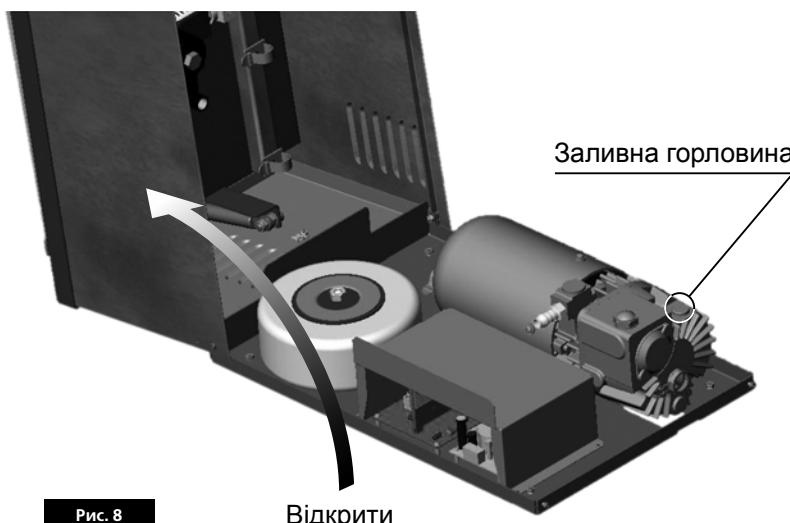

Рис. 8
3. Відкрийте корпус вакуумного пакувальника (див. Рис. 8) за напрямком стрілки;
4. Відкрутіть пробку заливної горловини (див. Рис. 8);